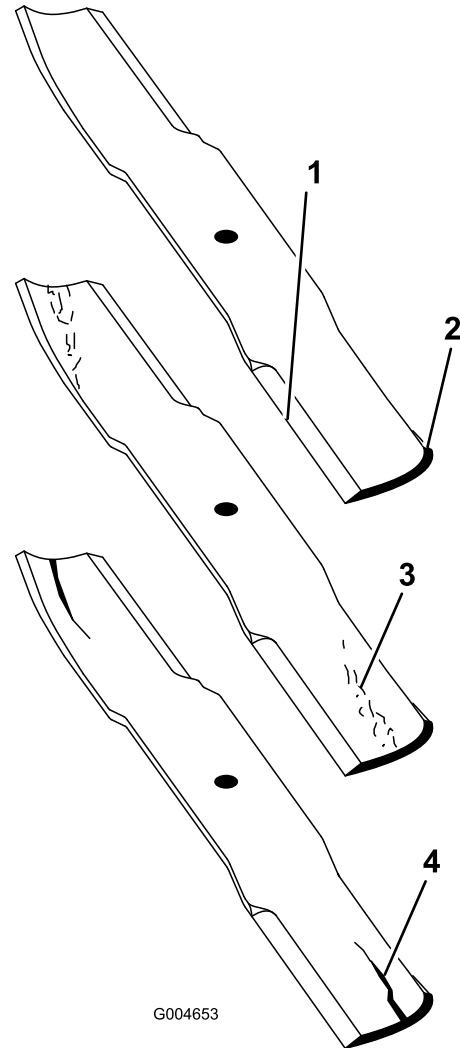

Figura 26
3. Examinai cu atenie capetele de tăiere ale lamei, în special acolo unde se întâlnesc pările plate i curbate ale lamei (Figura 26).
cea curbată a lamei, verificai lama înainte de a utiliza maina de tuns iarba. Dacă observai urme de uzură (Figura 26), înlocuii lama.